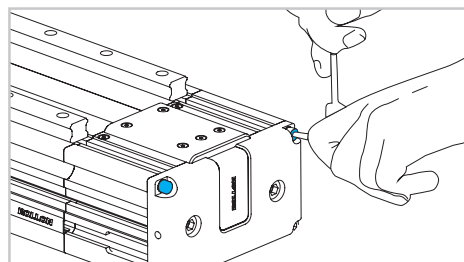

Fig. 11
- 12) Svitare le 4 viti sulla piastra di estremità della testata folle (Fig. 11).